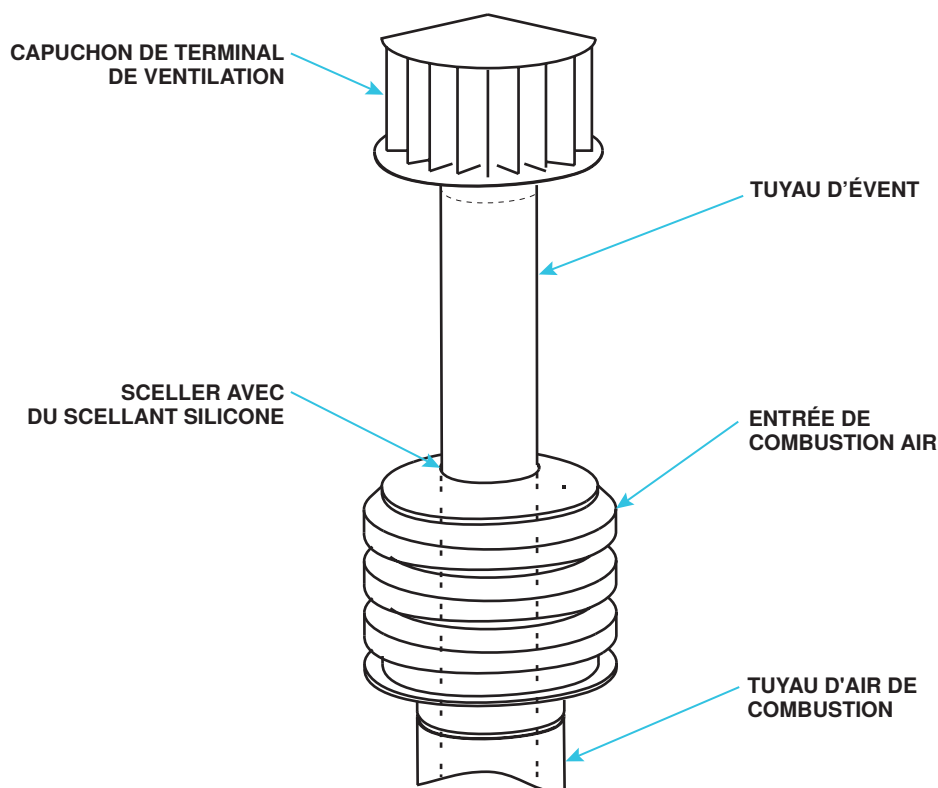

Figure 22. Installation de l'entrée d'air de combustion et du terminal de ventilation
8. Installez l'entrée d'air de combustion (voir **Figure 22**) :
9. Installez la terminaison d'échappement (voir **Figure 22**) conformément à la **Figure 11**.